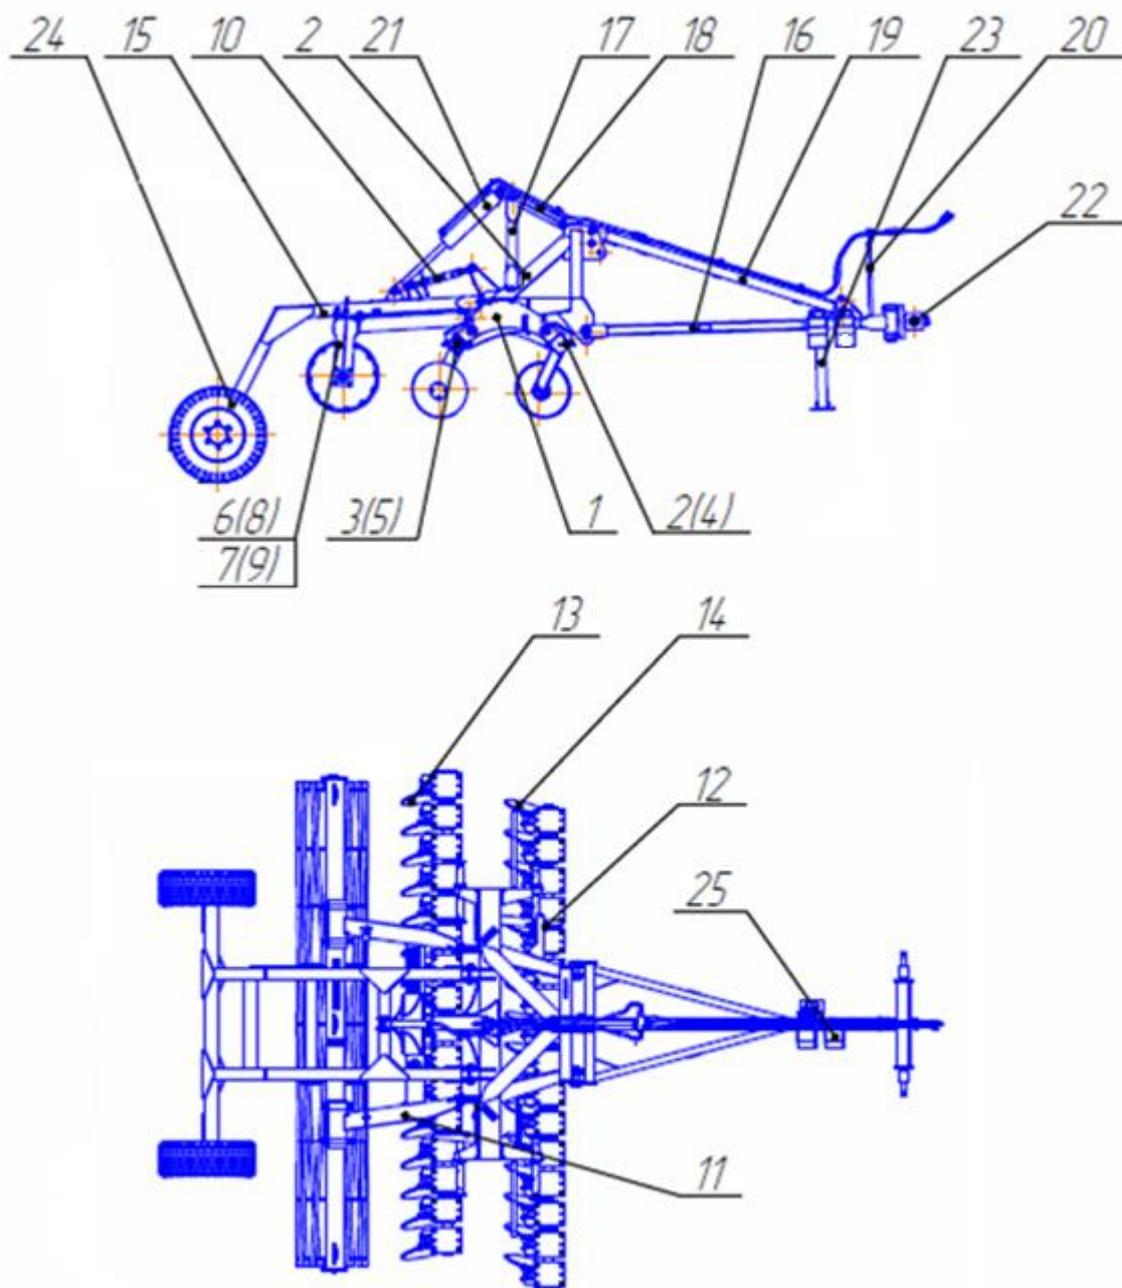

Рисунок 1 –Транспортное положение КДК-4-01(КДК-4,5-01).
Примечание – смотрите рис. 1.
2.3.1 Рама 1 (см. рис. 1) культиватора через траверсу 22 дышла 16 крепится к трехточечной навесной системе трактора. В задней части рамы культиватора смонтирована рама шасси 15 с гидравлически управляемыми транспортными колесами 24. На раме 1 закреплены две балки 2(4) и 3(5), которые могут перемещаться относительно друг друга и рамы 1. На балках установлены рабочие органы – дисковые стойки 13 и 14, оснащенные дисками 460 мм или 510 мм. Сзади к раме крепится кронштейн 11, к
2.3.3 Трубчатый прикатчик (см. рис. 1) служит для дробления комков и уплотнения почвы, а также позволяет регулировать величину заглубления дисков в почву (не более 12 см). Регулировка производится с помощью талрепа 12 (рис. 1). Трубчатый прикатчик предпочтительнее использовать на более влажных почвах или в сырую погоду, так как на него налипает меньше почвы.
2.3.4 Резиновый прикатчик (см. рис. в начале руководства) служит для дробления комков, уплотнения почвы и создания семенного ложа, а также позволяет регулировать величину заглубления дисков в почву (не более 12 см). Регулировка производится с помощью талрепа 12 (рис. 1). Резиновый прикатчик нежелательно использовать на влажных почвах или в сырую погоду, так как на него налипает почва.
2.4.5 Если вид грунта не соответствует рисунку 3 необходимо отрегулировать перекрытие дисков с помощью смещения балок 2(4) относительно балок 3(5) (рис. 1). Регулировка величины смещения балок 2(4) производится с помощью упоров 12.
3.2.1 Подвести трактор задним ходом к траверсе 16 (рис. 1) и сцепить КДК-4-01(КДК-4,5-01) с трактором. Поднять стойку 23 вверх, зафиксировав ее пальцем.
4.1 Все работы по техническому обслуживанию КДК-4-01(КДК-4,5-01) необходимо производить, когда культиватор опущен на землю, на ровной площадке с установленными под колеса КДК-4-01(КДК-4,5-01) противооткатами 25 и установленной в стояночное положение стойкой 23 (рис. 1).